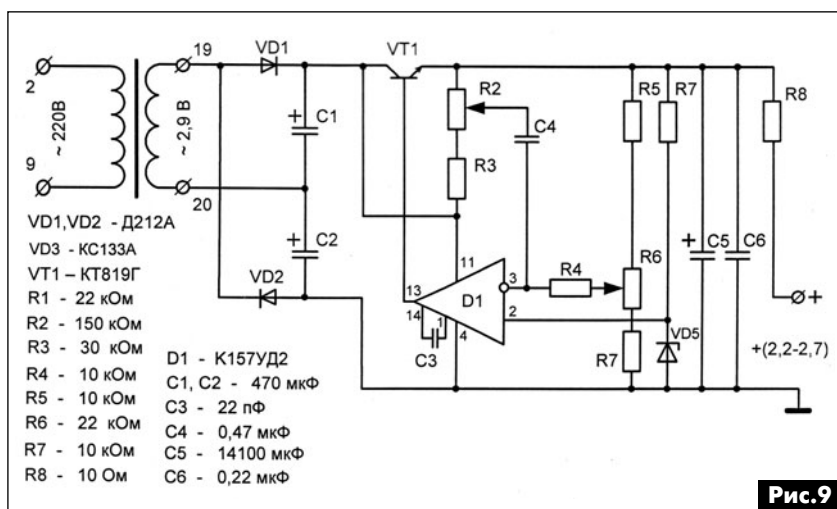

Рис.9
- блок питания для светодиода датчика смещения + (2,2...2,7) В (рис.9), схема заимствована из [10];